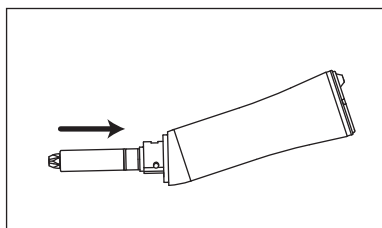

図9
- 1) ドライブシャフトをシャंकに突き当たるまで挿入します。(図9)